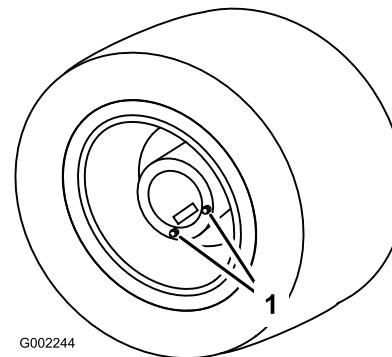

Figura 77
1. Coloque el fumigador sobre una superficie nivelada con las ruedas traseras posicionadas para el drenaje (Figura 77).
3. Coloque un recipiente debajo de los tapones de vaciado y retírelos de la rueda (Figura 77).